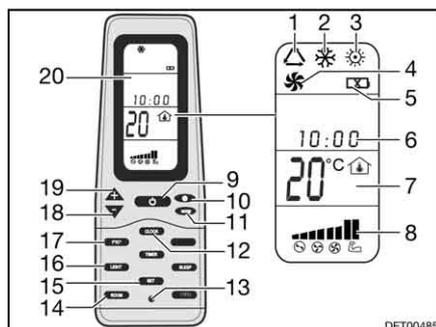

Fig. 189 Télécommande
- Appuyer sur la touche ON/OFF (Fig. 189,9).
- Appuyer sur la touche "Mode" (Fig. 189,11) autant de fois que nécessaire pour que le mode de fonctionnement souhaité (Fig. 189,1, 2, 3 ou 4) s'affiche à l'écran (Fig. 189,20).
- Régler la température désirée à l'aide des touches "+" (Fig. 189,19) et "-" (Fig. 189,18).
- Sélectionner le niveau de ventilation souhaité à l'aide de la touche de vitesse du ventilateur (Fig. 189,10).